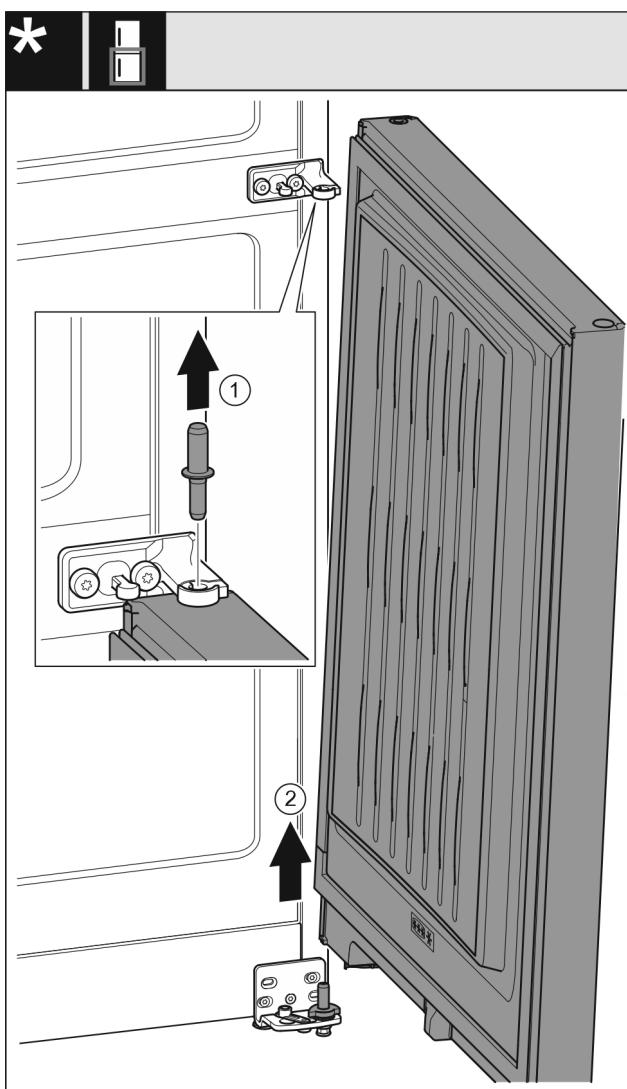

Fig. 9
- Τραβήξτε έξω τον πείρο Fig. 9 (1) προς τα επάνω.
- Ανοίξτε την πόρτα Fig. 9 (2), τραβήξτε τη προς τα επάνω και παραμερίστε τη στην άκρη.